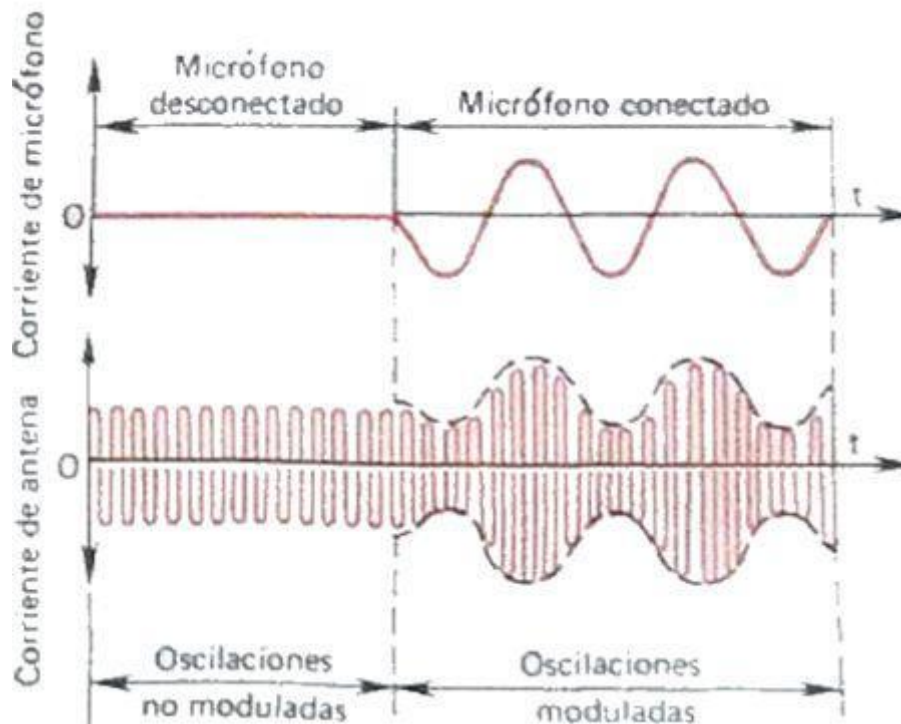

*Figura 19. Al actuar el sonido sobre el micrófono, la amplitud de la corriente de alta frecuencia en la antena del transmisor, varía.*
Aquí hay cinco aparatos y dispositivos fundamentales: el micrófono del estudio, el amplificador de audiofrecuencia (AF), el generador de oscilaciones de radiofrecuencia (RE), el amplificador de potencia de las oscilaciones de radiofrecuencia y de antena, que radia la energía electromagnética de las ondas de radio. Mientras el micrófono del estudio no está conectado, a la antena llega corriente de alta frecuencia (portadora) y amplitud rigurosamente constantes (véanse las partes izquierdas de las gráficas en la Figura 19).
¿Qué ocurre durante este tiempo en el transmisor de la estación de radio? Las oscilaciones de audiofrecuencia creadas en el micrófono y amplificadas en el amplificador (AL) del estudio, llegan al llamado modulador, que forma parte del amplificador de potencia del transmisor y allí, actuando sobre la corriente de alta frecuencia del generador, hacen que varíen las amplitudes de las oscilaciones. A causa de esto varía la energía electromagnética que radia la antena del transmisor (véanse las partes derechas de la gráficas en la Figura 19).